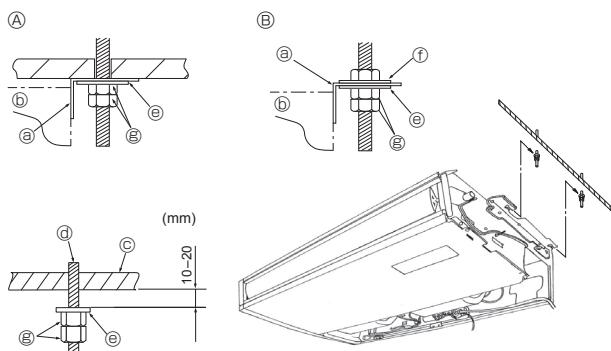

Fig. 3-5
- ② Si fuerza la rejilla de entrada al abrirla o si la abre a un ángulo superior a 120° podría dañar las bisagras.
3.3. Instalación de la unidad interior (Fig. 3-5)